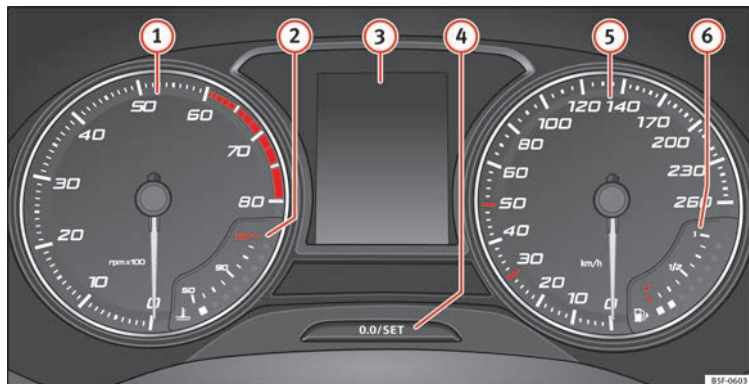

Fig. 122 Combiné d'instruments à l'avant.
Explications concernant les cadrons » **fig. 122** :
Le compte-tours indique le nombre de tours du moteur par minute » **fig. 122** ❶.
L'aiguille du compte-tours » **fig. 122** ❶ ne doit rester que peu de temps dans la zone rouge : risque d'endommagement du moteur.
Lors de la mise du contact d'allumage, l'écran du combiné d'instruments » **fig. 122** ❸ affiche diverses informations en fonction de l'équipement du véhicule :
- Appuyez brièvement sur le bouton » **fig. 122**  pour remettre le compteur kilométrique journalier à 0.
- Pour régler l'heure, maintenez enfoncé le bouton » **fig. 122**  pendant plus de 3 secondes afin de sélectionner l'indicateur des heures ou des minutes.
Maintenez enfoncé le bouton » **fig. 122**  pendant plus de 15 secondes pour afficher les lettres-repères du moteur (MKB) du véhicule. Pour cela, le contact d'allumage doit être mis et le moteur coupé.